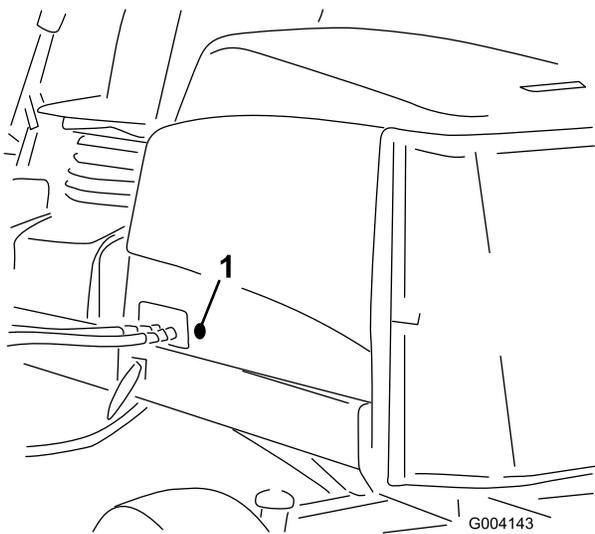

図 33
2. フードの左側についているゴム製のハトメを取り外す 図 33。